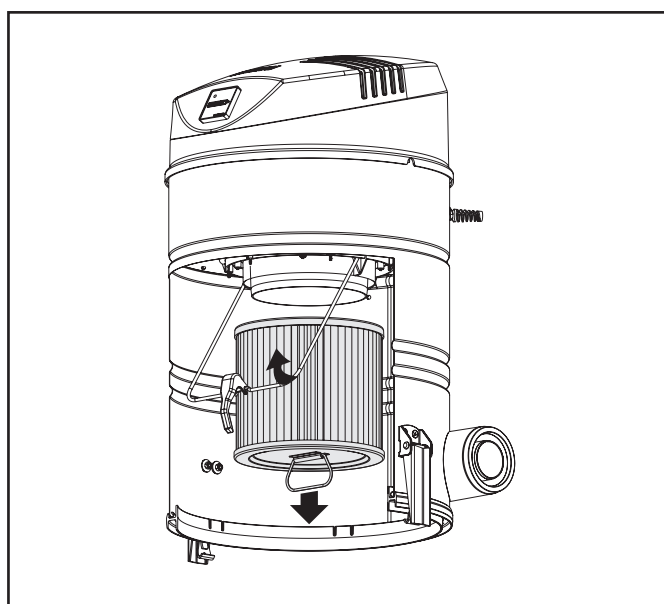

Рис. 8-2: Снятие и установка патронного фильтра
3. Отвернуть прижимной рычаг патронного фильтра и откинуть прижимную дугу вперед (рис. 8-2).